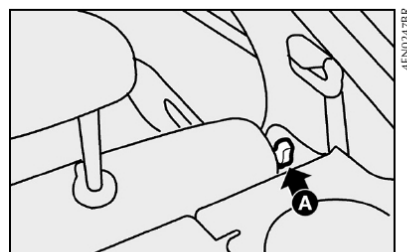

fig. 63
3) Desengatar o encosto, movendo as alavancas laterais A-fig. 63 no sentido da seta.